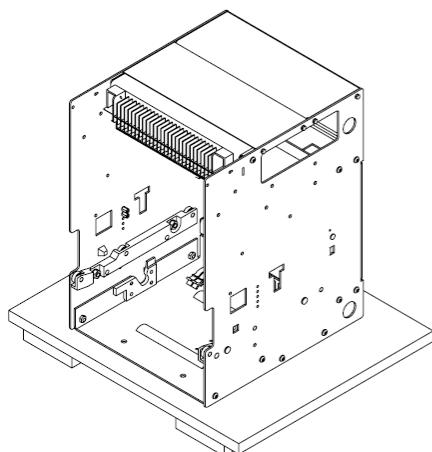

Рис. 5
- Располагайте автоматический выключатель и любые неподвижные части на горизонтальной поверхности, не допуская непосредственного контакта с полом, а используя подходящую подставку (рис.5);